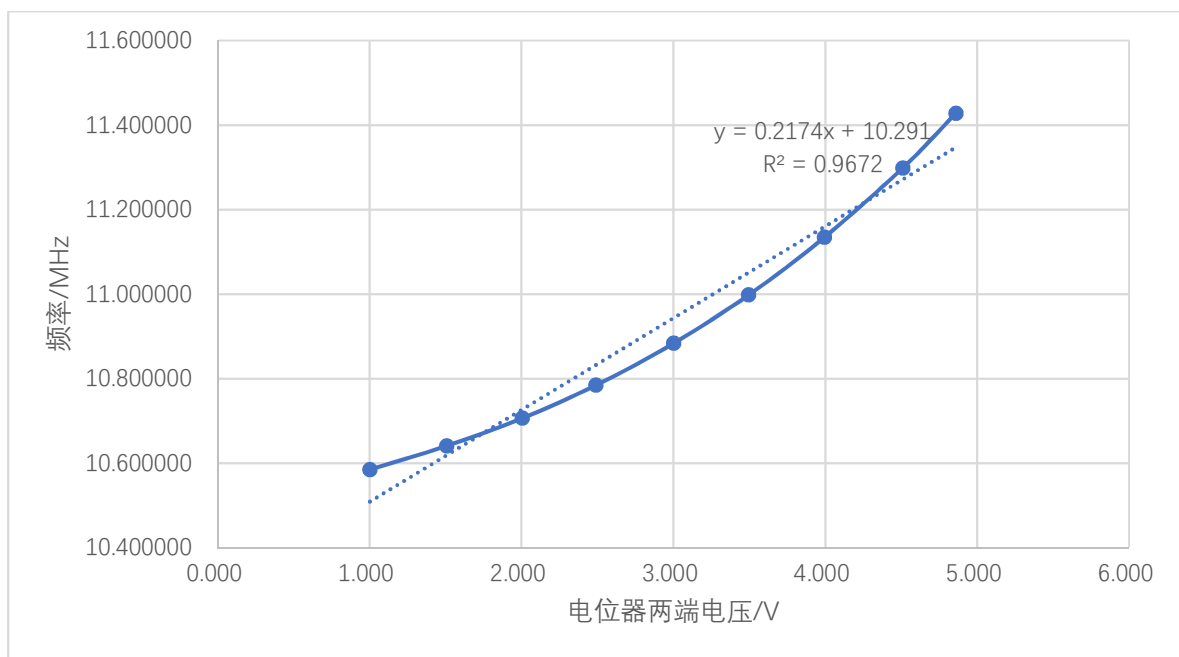
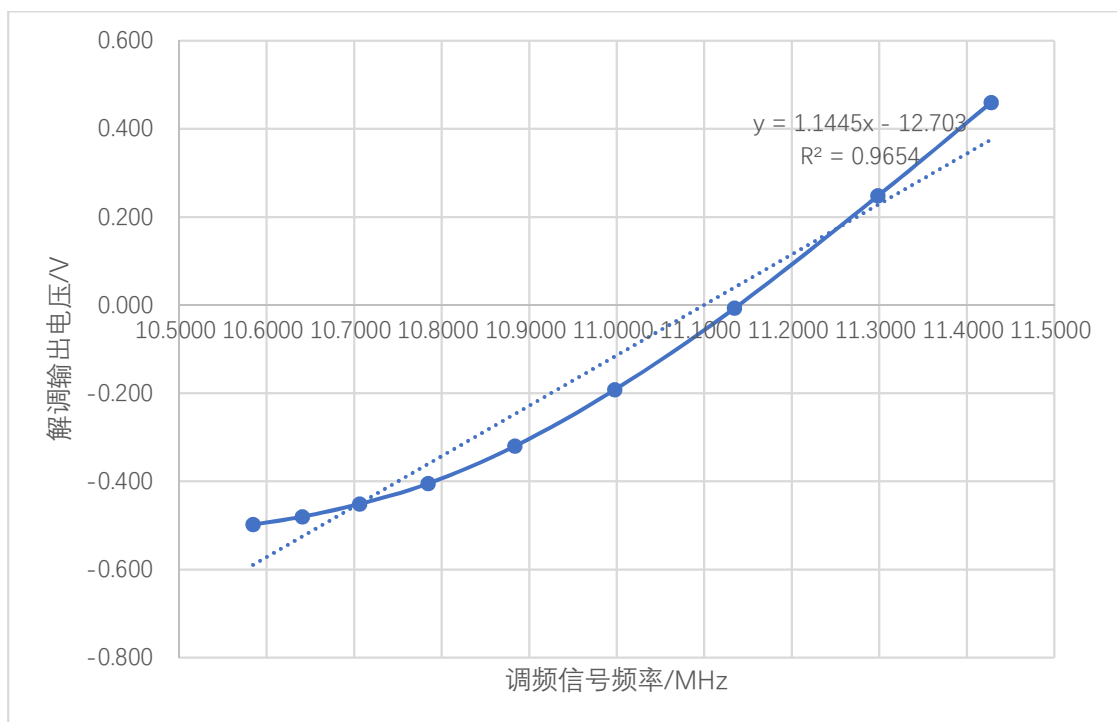

图 5 调频特性曲线
图 6 鉴频特性曲线
由图 5 可以看出，频率与电位器两端电压呈正相关，近似为线性关系时，调频灵敏度为拟合直线的斜率：
由图 6 可以看出，解调输出信号电压与调频信号频率呈正相关，近似为线性关系时，鉴频灵敏度为曲线斜率：
结合图 5 和图 6，分析图 3 出现类似底边切割失真现象的原因：
- ① 在图 5 中，曲线斜率代表调频灵敏度，可以看出曲线斜率随电位器两端电压增加而增加。因此对于正弦调制信号，负半周时的调频灵敏度要比正半周时的调频灵敏度低。这会造成调制正弦信号时，输出调频信号的最低频率与载波频率的差值小于最高频率与载波频率的差值，即：
- ② 在图 6 中，曲线斜率代表鉴频灵敏度，可以看出曲线斜率随调频信号频率增加而增加，因此对于正弦波调制的调频信号的鉴频，在负半周的鉴频灵敏度小于正半周时的鉴频灵敏度。这会造成对于偏离载频相同频率的高频点 f_H 对应的电压比低频点 f_L 对应的电压高。